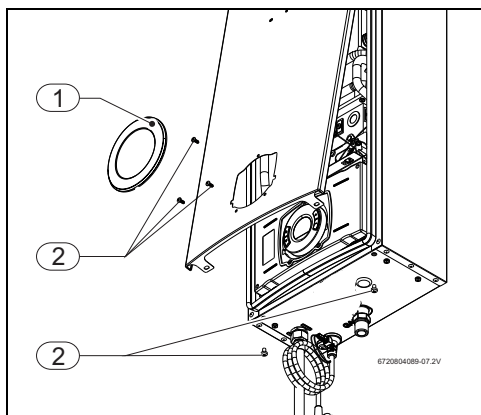

Fig. 17 Retirar a frente
- ▶ Retirar o espelho do aparelho, para tal basta puxá-lo ligeiramente na sua direção (Fig. 17, [1]).
- ▶ Desapertar os 5 parafusos de fixação da frente (Fig. 17, [2]).